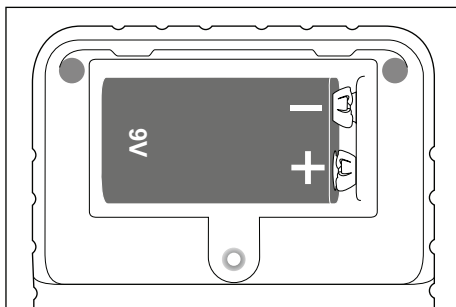

Fig. 2
- 2) Collegare la pila quadra da 9 V al morsetto rispettando la polarità (fare attenzione ai segni + e -) e posizionare la pila quadra da 9 V all'interno del vano pile (vedere fig. 2).